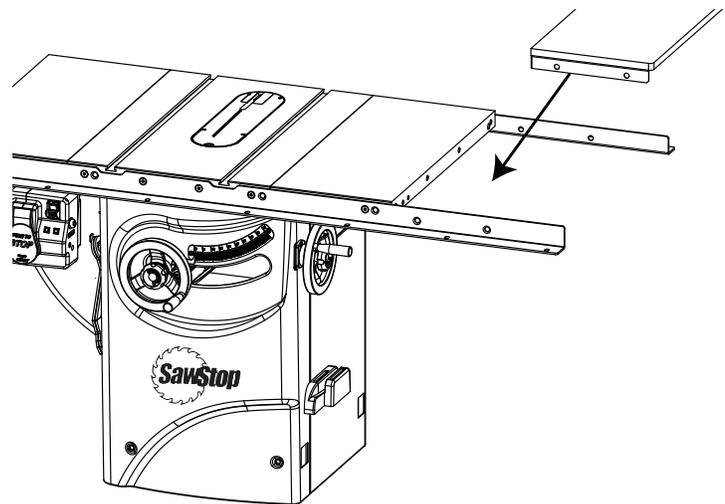
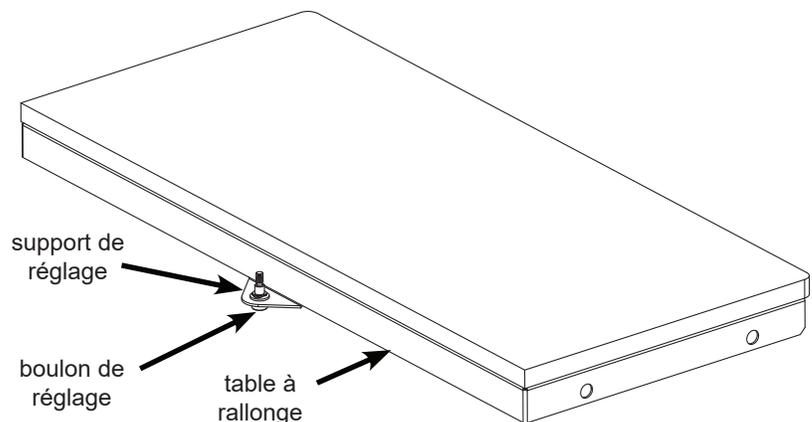

Fig. 9a
Fig. 9b
9. La prochaine étape de l'assemblage est plus facile avec deux personnes. Positionnez la table à rallonge entre les rails avant et arrière (voir fig. 9a). Assurez-vous que la table est orientée de manière à ce que le support de réglage soit le plus proche de la rallonge droite. Inclinez légèrement la table à rallonge afin que le support de réglage puisse s'insérer sous le bord de rallonge. Positionnez la table à rallonge de sorte que l'extrémité du boulon de réglage (illustré à la fig. 9b) soit alignée sur le trou fileté correspondant situé au bas de la rallonge. Le poids de la table à rallonge étant toujours supporté, tournez le boulon de réglage jusqu'à ce que la table à rallonge soit à peu près au même niveau que la rallonge.